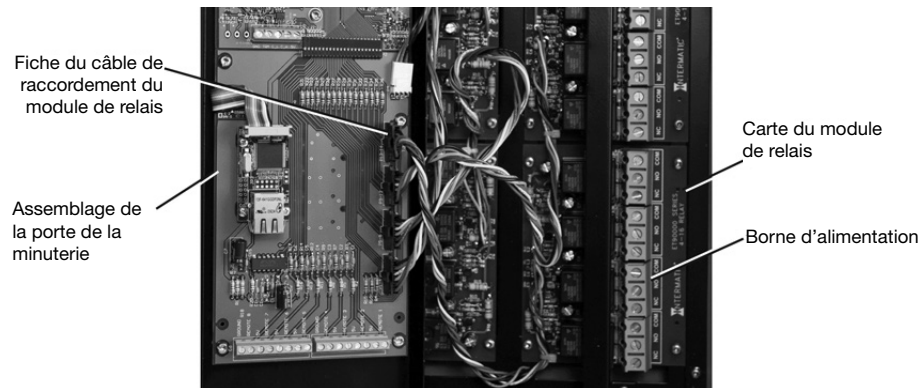

Figure 4. Retrait de la carte du module de relais.
- Sur l'assemblage de la porte, déconnectez la fiche du câble de raccordement du module de relais du connecteur du module de relais. Voir la Figure 4 pour l'emplacement des fiches du câble de raccordement du module de relais.